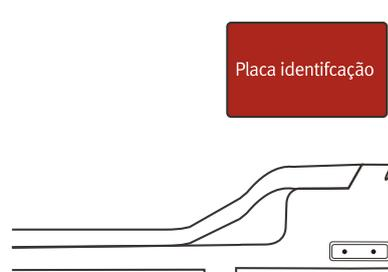

Fig. 8
- Antes da instalação, verificar as condições de distribuição de energia elétrica que devem ser como as que estão previstas no aparelho. A rede elétrica utilizada deve seguir as características informadas na placa de identificação disposta no fundo do produto, conforme (Fig. 8).